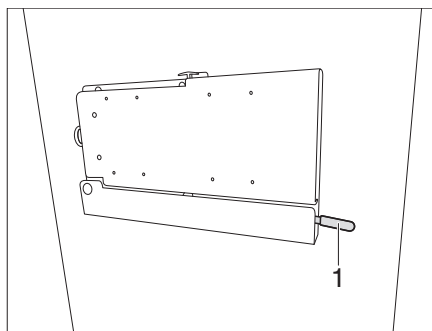

Figure 134 Support à bras articulé (variante 3)
- Pousser le levier (Figure 134,1) vers le bas.
- Repousser le levier (Figure 134,1) vers le dispositif de blocage vers le haut.